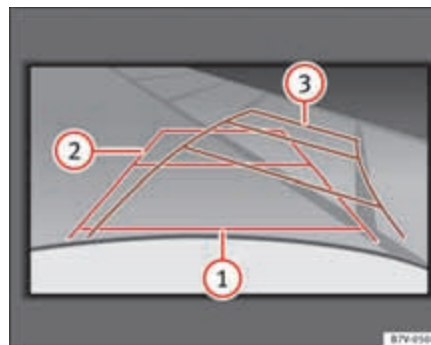

Abb. 147 Im Bildschirm: Orientierungslinien des Parkraums hinter dem Fahrzeug.
Bedeutung der auf den Bildschirm projizierten Orientierungslinien ⇒ **Abb. 147**. Alle Längenangaben der Orientierungslinien beziehen sich auf ein Fahrzeug, das auf einer waagerechten Fläche steht.
- Langsam rückwärtsfahren und dabei so lenken, dass die gelben Orientierungslinien in die Parklücke führen ⇒ **Abb. 147** ❸. ▶